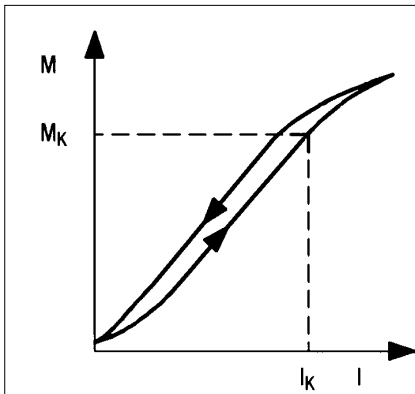

Fig. 2
magneta-Magnetpulverkupplungen Typ 14.502 sind so aufgebaut, daß die Erregerspule im sich drehenden Außenrotor liegt. Zur Stromzuführung benötigt man deshalb Schleifringe. Der Antrieb erfolgt vorzugsweise über den Außenrotor. Zur Verbindung mit dem antreibenden Element sind im Außenrotor in axialer Richtung ausreichend Gewindebohrungen vorhanden. Der Abtrieb erfolgt über den Innenrotor, dessen Hohlwelle mit Paßfedernut versehen ist. An- und Abtrieb können auch umgekehrt erfolgen. Fig. 2 zeigt den Kraftfluß.
The excitation coil of magneta's magnetic particle clutch type 14.502 is installed into the rotating external rotor. For the power supply slip rings are required. Preferably the input operates through the external rotor. For connection to the driving element the external rotor is equipped with sufficiently threaded bores that are axially oriented. The internal rotor provides the output. The hollow shaft has a keyway. Input and output may be effected vice versa. Figure 2 shows the power flow.
Les embrayages à poudre magnétique magneta type 14.502 sont conçus de manière à ce que la bobine d'excitation se trouve dans le rotor extérieur tournant sur lui-même. Pour l'apport de courant, il faut des bagues collectrices. L'entraînement se fait de préférence du rotor extérieur. Pour le raccordement avec l'élément entraînant, des filetages existent en nombre suffisant dans le rotor extérieur sens axial. La réduction se fait par l'intermédiaire du rotor intérieur dont l'arbre creux est pourvu d'une rainure de clavette. L'entraînement et la réduction peuvent se faire dans l'ordre inverse. La fig. 2 montre le flux des forces.
- $M$  linear über dem Erregerstrom einstellbar (Fig. 2)
- $M$  linear adjustable through field voltage (fig. 2)
- $M$  réglable linéairement via le courant d'excitation (fig. 2)